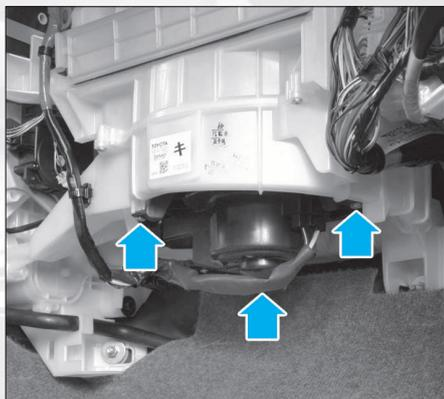

FIG. 10
- Déposer les vis de fixation et retirer le motoventilateur (fig. 10).